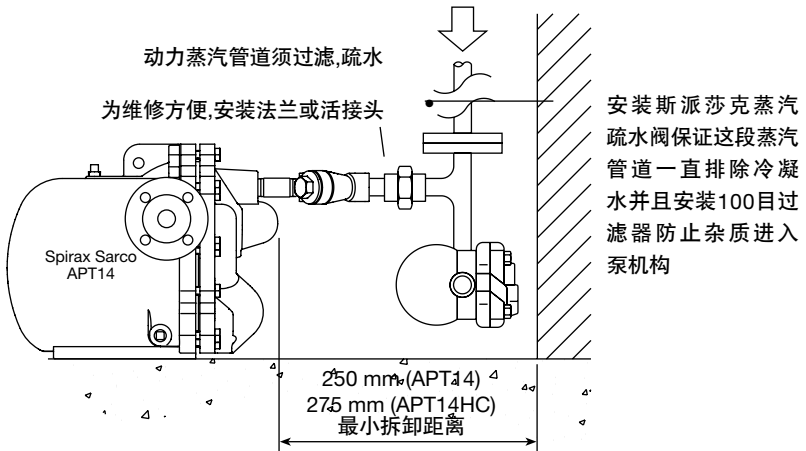

图11 动力蒸汽和系统管道的推荐连接
为防止设备积水,建议在入口管道口径选型时,要考虑泵在排水循环时产生的冷凝水量。通常管道的长度和直径能提供4升 (APT14) 和8升 (APT14HC和APT14SHC) 的冷凝水容积就足够了。建议冷凝水蓄水管的位置低于过程出口至少1倍管径但比APT入口要尽可能的高。在APT14,APT14HC和APT14SHC冷凝水入口处要安装斯派莎克Y型过滤器,如图11所示。
4.3 接口 (见图11)